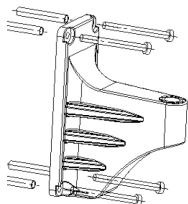

Fig. 1
- Schrauben Sie die Halterung mit vier Gewindeschneidschrauben sachgerecht fest (Abb. 1)